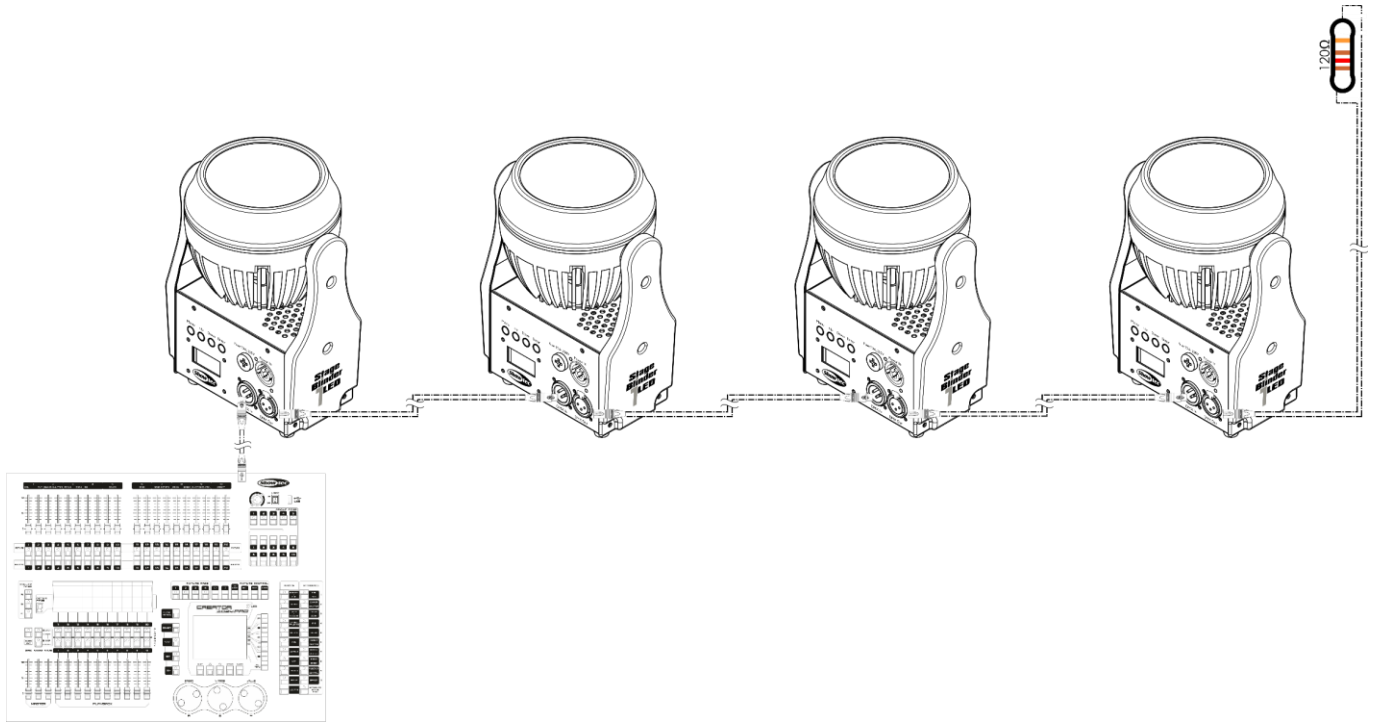

Fig. 02
- 05) Collegare le unità come indicato nella Fig. 02. Collegare un cavo di segnale DMX dall'uscita "out" DMX della prima unità all'ingresso "in" della seconda unità. Ripetere questo processo fino a collegare la seconda, la terza e la quarta unità.